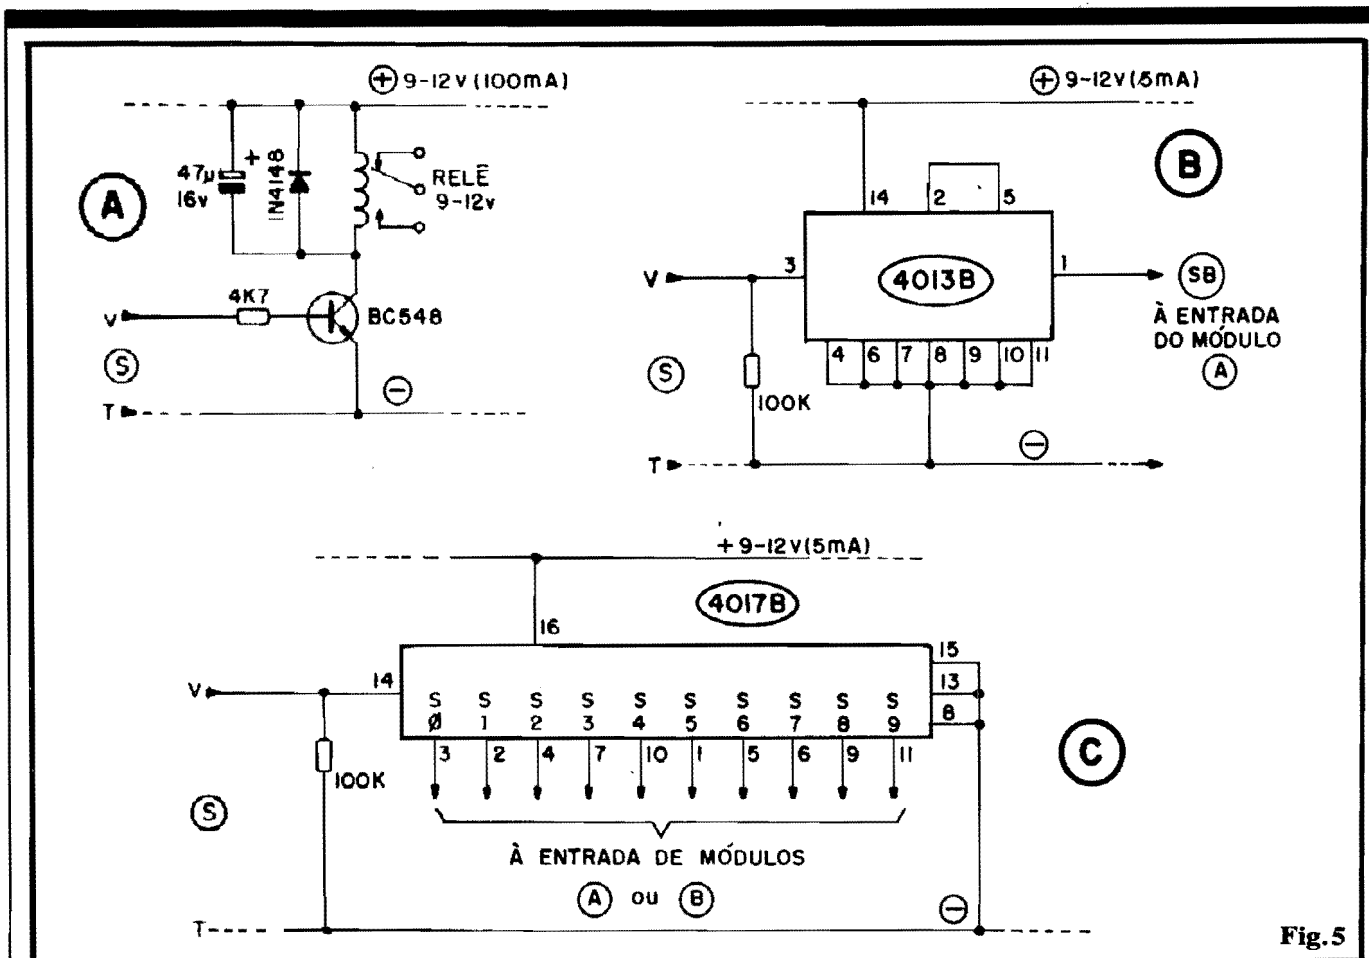

Fig. 5
- FIG. 5-A - **Driver "LIGA ENQUANTO"** - Com o simples arranjo mostrado, ligado à saída ("S-T") do MRIV, teremos a energização do relê, por 1 segundo, a cada comando recebido... Se o dedo do operador "ficar" sobre o **push-button** do MEIV por mais de 1 segundo (digamos, 5 segundos...), também o relê permanecerá "ligado" por - no mínimo - um Tempo equivalente (pelo menos 5 segundos, no caso do exemplo...). A alimentação necessária ao **driver** situa-se em faixa idêntica à do MRIV (9 a 12V), devendo a bobina do relê apresentar parâmetros compatíveis... Note que a dita alimentação pode, perfeitamente, ser compartilhada com o MRIV, apenas lembrando de "somar" as necessidades de Corrente: 100mA para o **driver** e 50mA para o MRIV, totalizando assim 150mA (mínimos). O que Vocês vão "fazer" com os contatos de aplicação do relê, não é da nossa conta (usem o bom senso, contudo...).
- FIG. 5-B - **Driver "LIGA-DESLIGA"** - Um único Integrado C.MOS 4013B (mais um resistor de 100K), é tudo o que o Leitor precisa para transformar a saída normal do MRIV, dotando-a de
- FIG. 5-C - **Driver "SEQUENCIAL"** - Um "manjado" 4017B (também da família C.MOS), auxiliado por um resistor de 100K, e a saída básica do MRIV pode transformar-se numa acionadora sequencial de 10 estágios. Observem que, numa configuração básica, cada uma das 10 saídas do módulo 5-C ("S0 até S9") pode ser ligada a **um** driver "releizado" igual ao mostrado em 5-A, com o que teremos 10 canais sequenciais, de Potência, capazes de acionar uma a uma até 10 cargas "bravas" (acopladas aos respectivos contatos de aplicação dos ditos relês...). No caso, cada uma das 10 cargas, uma vez acionada, assim ficará, até que novo breve comando seja emitido pelo MEIV, quando então ela será "desligada", ligando-se a carga "seguinte" (se estava acionada e ativada pela saída "S3" do módulo 5-C, esta se desativa, e liga-se a acoplada à saída "S4", assim por diante...). Atingido o acionamento da carga acoplada a "S9", no próximo comando o ciclo recomençar-se-á, pela ativação da carga controlada pela saída "S0", e assim por diante... Observem, ainda, outra interessante possibilidade: acoplar o módulo 5-C à saída normal do MRIV, ligando a cada uma das 10 saídas do 5-C um módulo 5-B, e a cada saída dos tais